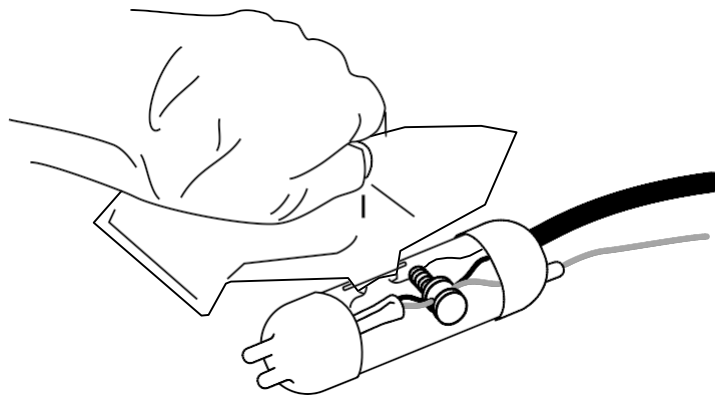

Abbildung 22. Einfüllen der Vergussmasse in die Hülse
8. Schneiden Sie, sobald sich die Mischung warm anfühlt, eine Ecke ab und füllen Sie langsam die Kunststoffhülse. Beenden Sie den Vorgang kurz vor dem vollständigen Füllen der Hülse. **Füllen Sie nicht zu viel ein.** [Abbildung 22]